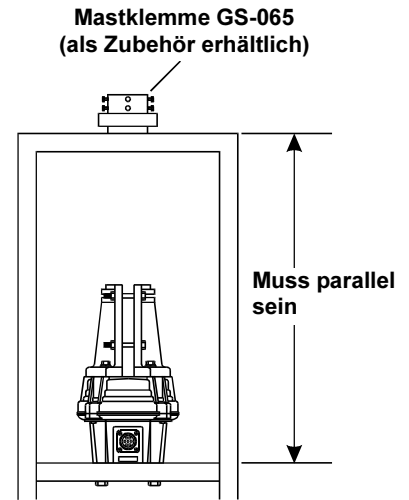

Abbildung 3
3. Ein ggf. verwendetes Oberlager, z. B. das als Zubehör erhältliche **GS-065** von Yaesu, kommt auf die Spitze des Mastes (siehe Abbildung 3).